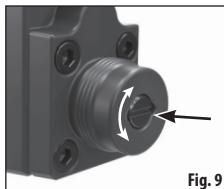

Fig. 9
- Au moyen d'un petit tournevis à tête plate, tournez la vis en sens horaire pour diminuer la pression de régulation ou en sens antihoraire pour augmenter la pression de régulation (Fig. 9).